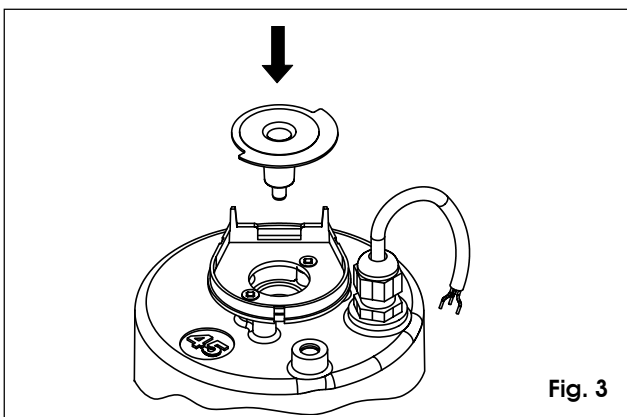

Fig. 3
- 3) Inserire a pressione fino a battuta il disco encoder nell'apposito foro presente nell'albero rotore del motoriduttore (fig. 3).
- 3) Using some pressure, insert the encoder disk in the hole (until you make contact) on the rotor shaft of the gearmotor (fig. 3).
- 3) Insérer par pression jusqu'à la butée le disque encodeur dans le trou spécifique présent sur l'arbre rotor du motoréducteur (fig. 3).
- 3) Introduzca a presión hasta el tope el disco encoder en el orificio situado en el eje rotor del motorreductor (fig. 3).
- 3) Die Encoderscheibe unter Druck bis zum Anschlag in die entsprechende Öffnung auf der Läuferwelle des Getriebemotors einstecken (Abb. 3).